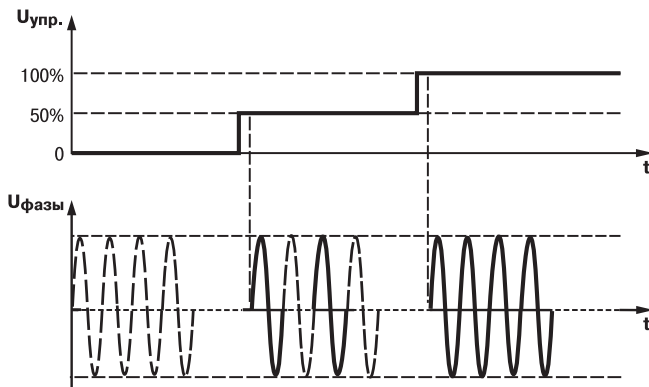

Рисунок 3.9
3.3.2 Метод, при котором управляющий сигнал определяет число пропускаемых в нагрузку целых полупериодов, от 0 до 256 (рисунок 3.9). При этом методе уровень радиопомех, создаваемый при регулировании, минимален.